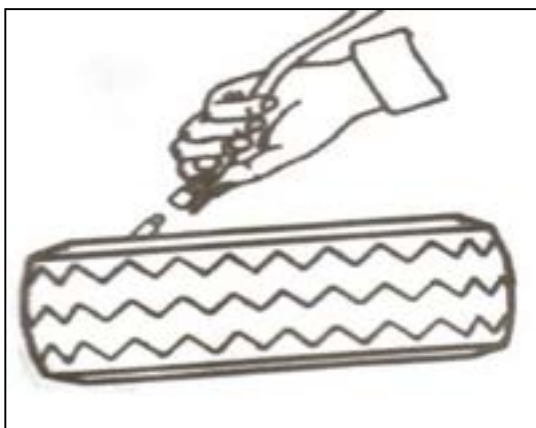

図 36
- エア充填ホースをタイヤのエアバルブに接続してください。(図 36)